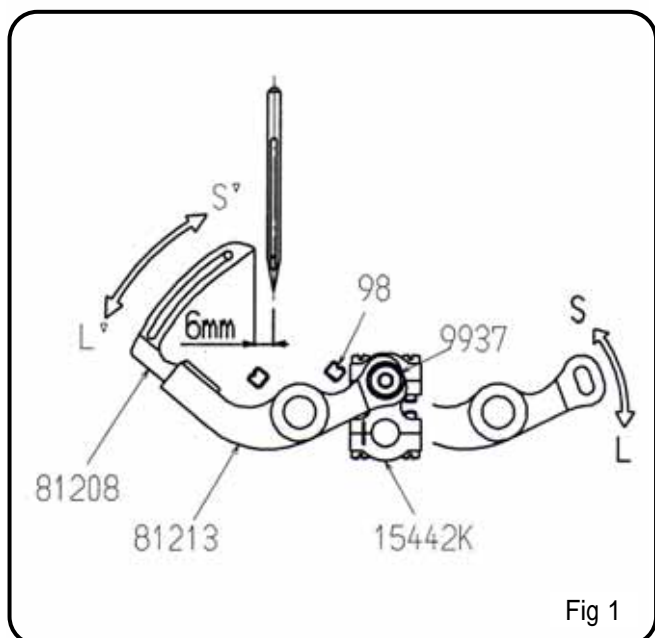

Fig 1
Insert a looper (81208) into the looper rocker (81213). Turn the pulley clockwise, and check the distance between the needle center and the looper point in the lowest position of the needle bar just before moving upwards. The distance should be 6mm as shown in (Figure 1)
- a) 針とルーパーの距離 <Fig. 1>
針がもっとも下がったとき、ルーパーの先端と針の中心までの距離は6mmです。<Fig.1>距離の調整は次の通りです。